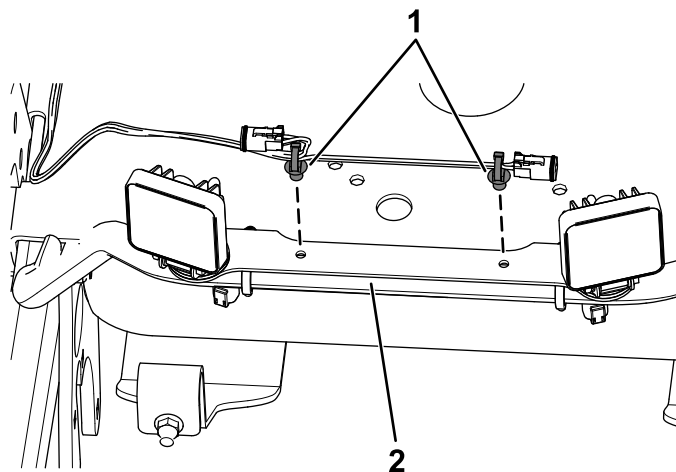

Figura 4
2. Fissate il cablaggio preassemblato alla staffa dei fari con i 2 dispositivi di fissaggio a pressione del cablaggio preassemblato (Figura 4).